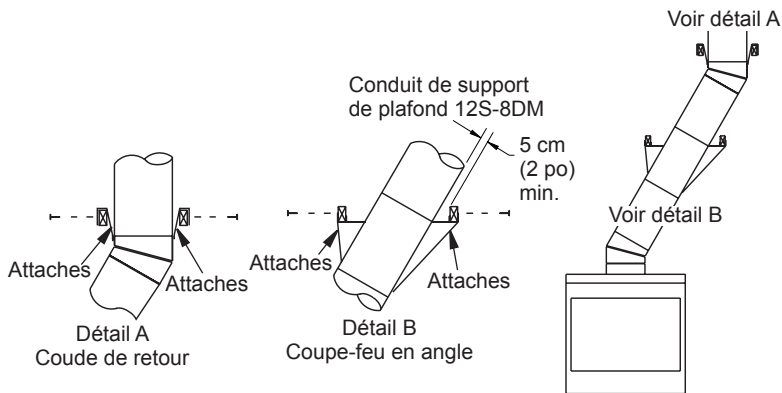

Figure 10 - Conduit de support de plafond 12S-8DM
2. Le poids de la cheminée au-dessus du décalage repose sur le coude de retour. Des attaches doivent être solidement clouées aux solives ou aux chevrons (voir figure 10, détails A et B).